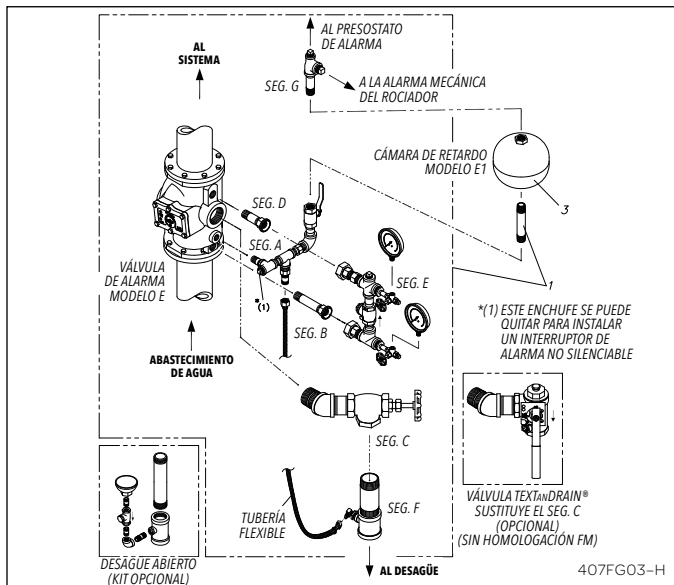
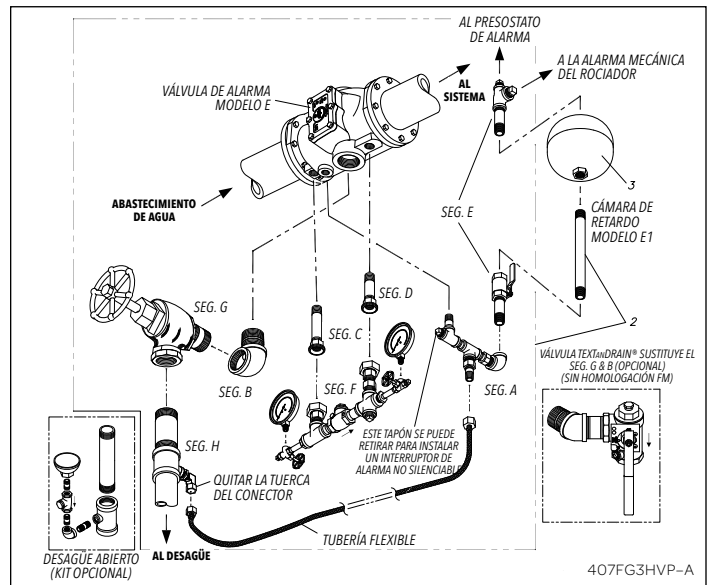

Fig. 3 – Montaje vertical con presión variable
Fig. 5 – Montaje horizontal con presión variable
7. Instale el Segmento "F" sin fugas girando el te de 2" (50 mm). Oriente el accesorio de tubería hacia la parte de atrás de la válvula de alarma. Conecte el ítem 26 (salida de desagüe de alarma) al ítem 27 de la línea de desagüe mediante el tubo flexible suministrado (ítem 11). Nota: El tubing no debe estar retorcido. Nota: Opcionalmente se puede utilizar un juego de accesorios de la línea de desagüe en sustitución de los Segmentos F (Fig. 3) y H (Fig. 5).
• **Montaje horizontal (Figs. 5, 6 y 8)**
El movimiento de la clapeta (4) sobre el pasador de articulación (8) descubre la ranura en el asiento (3) y permite que el agua fluya a través de la ranura a la toma de alarma y a la línea de alarma, Fig. 5.
Presión Variable (Figs. 3 y 5)